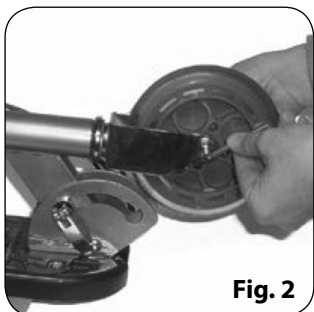

Fig. 2
3. Fixez la roue avant avec les outils joints avec la trottinette en serrant l'écrou/boulon de la roue avant. Voir la Fig. 2.